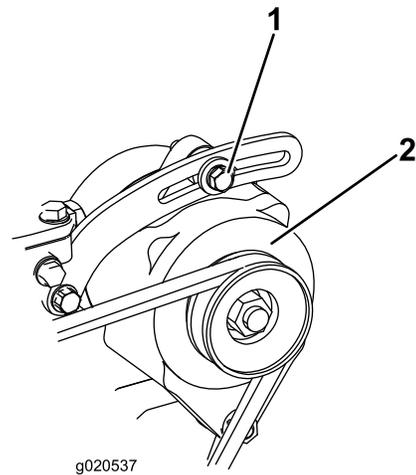

Figure 97
1. Si vous n'obtenez pas une flèche de 10 mm, desserrez les boulons de fixation de l'alternateur (Figure 97).